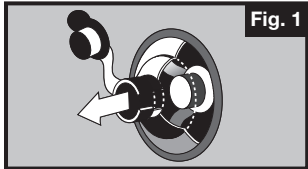

Fig. 1
- To begin inflation, open external cap and pull firmly on the lanyard to extend out. This will open internal yellow seal. (Fig. 1)
- Ouvrir le bouchon et tirer fermement le lien pour sortir le corps. Ceci ouvre le dispositif d'étanchéité interne jaune. (Fig. 1)
- Para comenzar el inflado, abra el tapón externo y tire firmemente del cordón para extenderlo. Esto abrirá el sello amarillo interno. (Fig. 1)